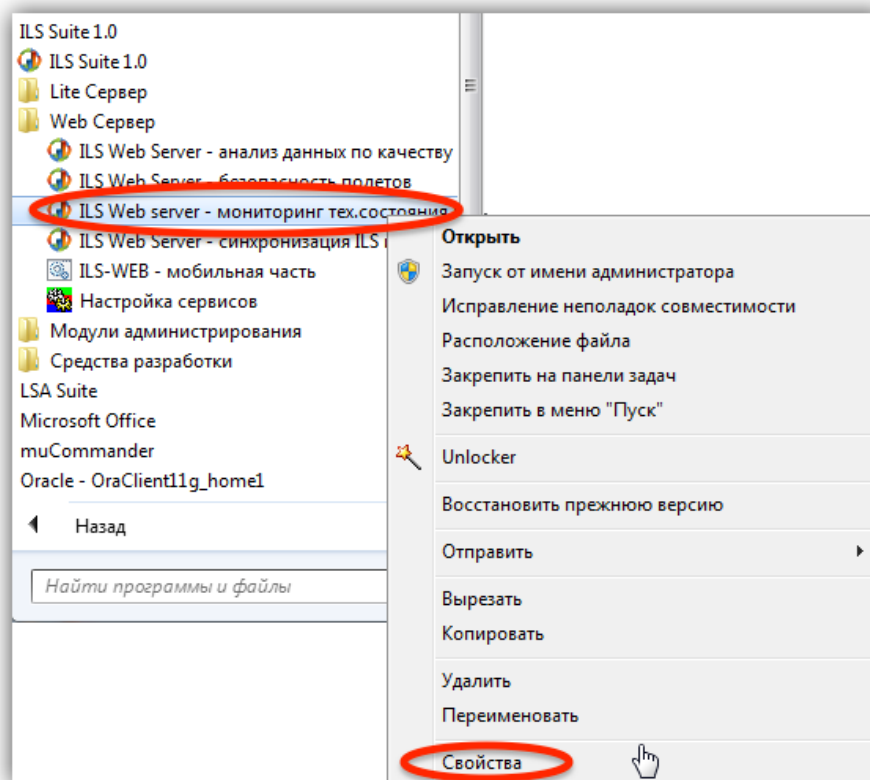

Рис. 4-9 – Контекстное меню запуска приложения
- 1) Выбрать в системном меню ОС Windows «Пуск» → «Все программы» → «ILS Suite 1.2» → «Web Сервер» и в контекстном меню программы «ILS Web Server – мониторинг тех. состояния парка» выбрать пункт «Свойства» (рис. 4-9).